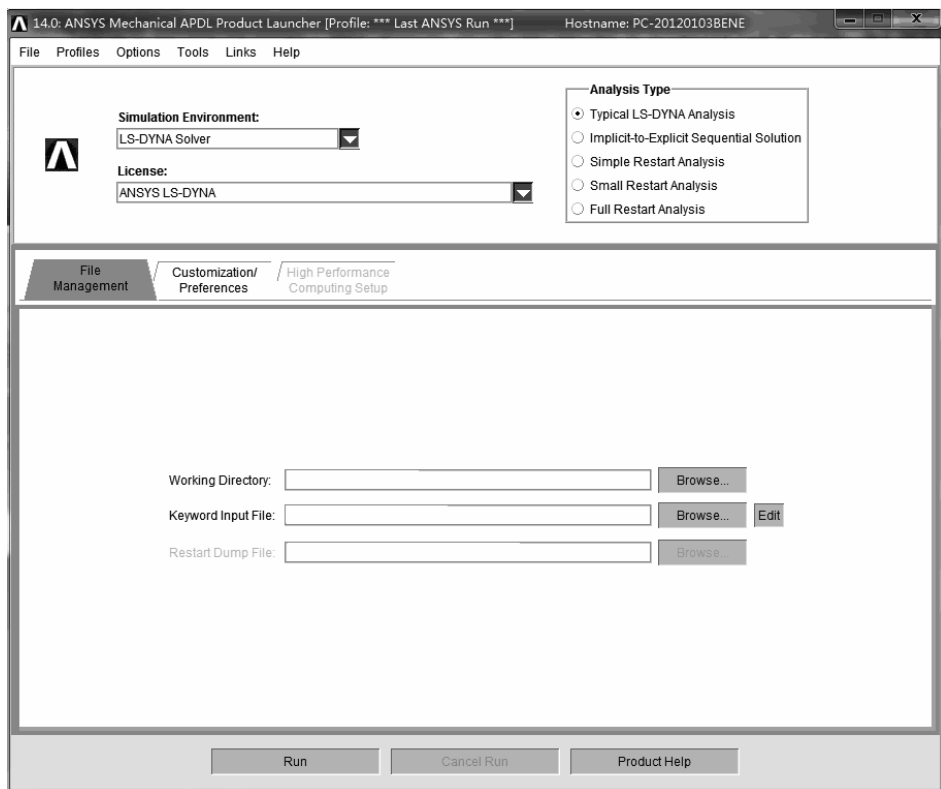

图 5-30 “14.0: ANSYS Mechanical APDL Product Launcher [Profile:\*\*\*La...” 窗口
(1) 打开 “14.0: ANSYS Mechanical APDL Product Launcher [Profile:\*\*\*La...” 窗口（见图 5-30）。